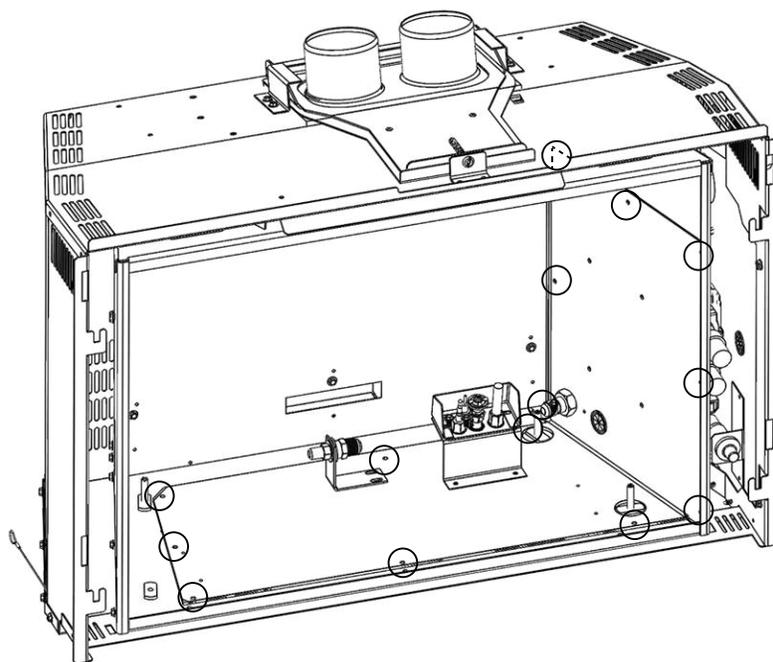

Fig. 7-3
- D. Retirez les 14 vis servant à fixer l'assemblage de la soupape (**Fig. 7-3**).